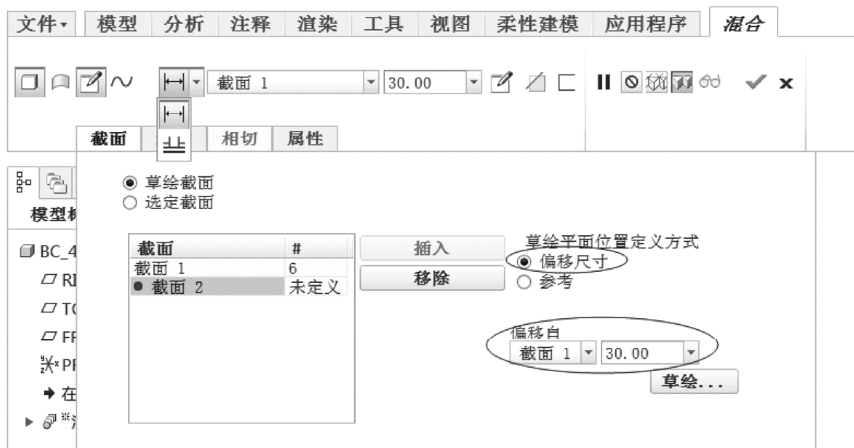

图 4-84 设置截面 2 的草绘平面的位置
5) 在“截面”面板的“草绘平面位置定义方式”选项组中选择“偏移尺寸”单选按钮，在“偏移自”选项组中设置偏移自截面 1 的距离为“30.00”，如图 4-84 所示。用户也可以在“混合”选项卡的一个下拉列表框中选择 (使用距其他草绘平面的偏移尺寸定义草绘平面位置) 图标选项，接着从旁边的“偏移自”列表中选择新截面偏移时参考的截面，并在选定截面旁的文本框中输入偏置值。